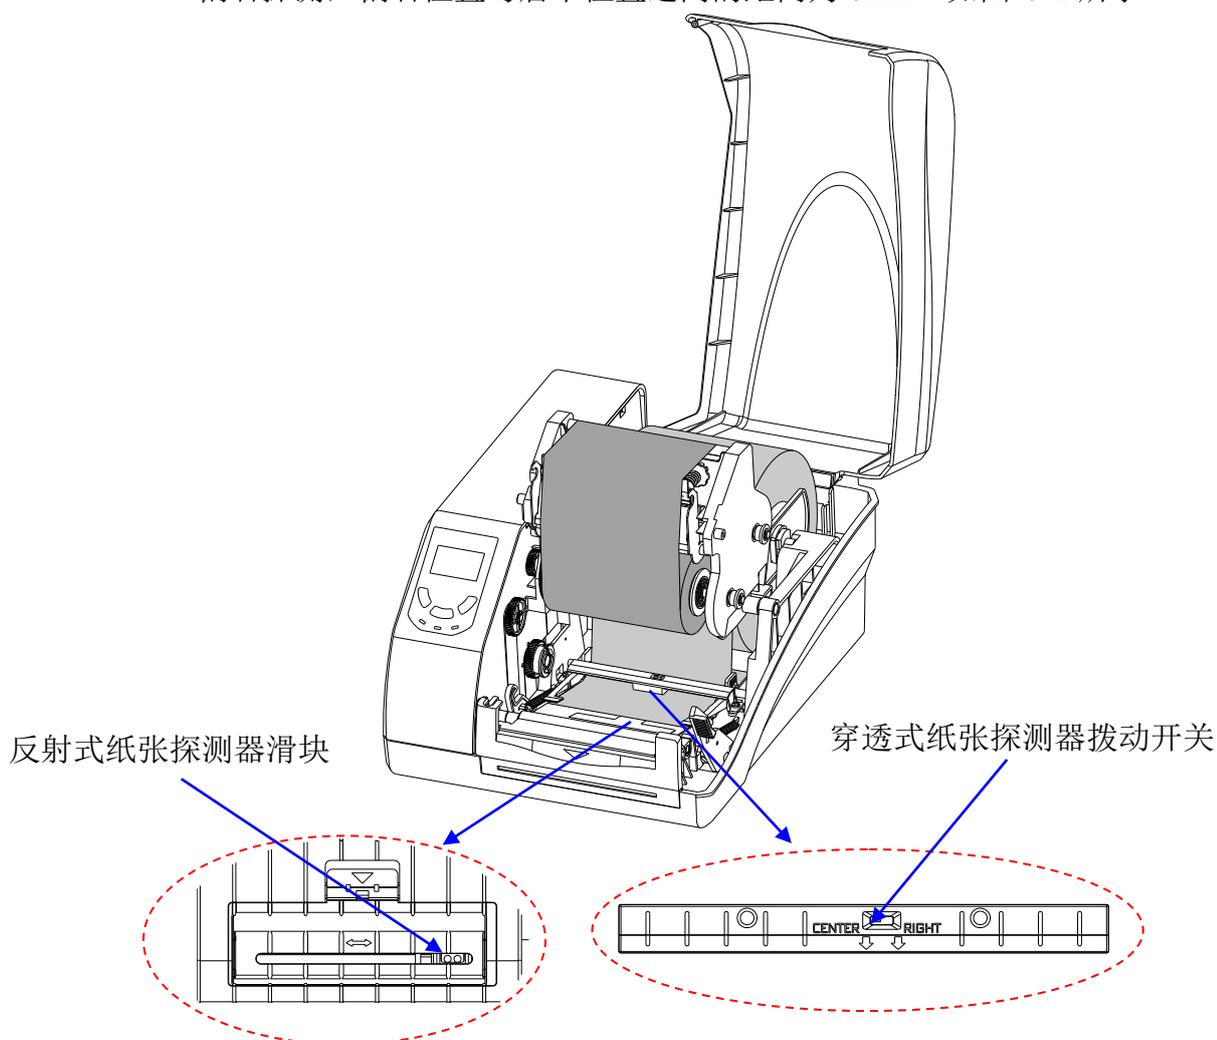

图 3-2 调节纸张探测器
- (1) 对于反射式纸张探测器，打开纸张探测器盖后，您可以通过移动纸张探测器滑块，调节纸张探测器到合适位置；
- (2) 对于穿透式纸张探测器，您可以通过拨动纸张探测器上的开关，选择居中或者偏右探测，偏右位置与居中位置之间的距离为 8mm。如图 3-2 所示。